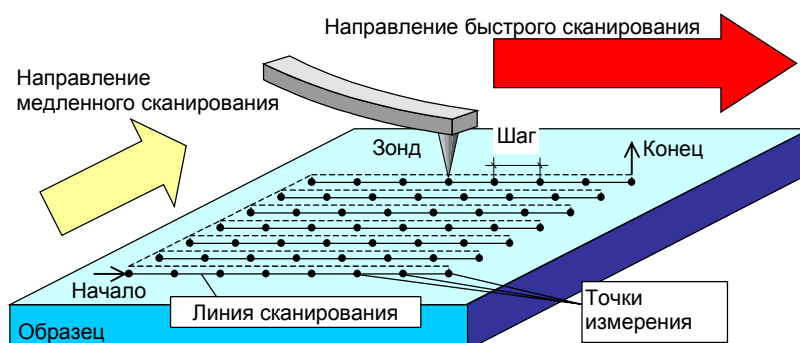

Рис. 1.3. Движение образца под зондом в процессе сбора данных.
Горизонтальное перемещение образца в процессе сканирования (перемещение в плоскости XY) осуществляется посредством пьезокерамического сканера. Образец перемещается под острием зонда от точки к точке по растровой схеме (рис. 1.3). Сканер начинает перемещаться вдоль первой линии сканирования и обратно. Затем он осуществляет перемещение на один шаг в перпендикулярном направлении ко второй линии сканирования, движется вдоль ее и обратно. Затем снова осуществляет перемещение на один шаг в
Система управления XY-движением пьезосканера (7) генерирует сигналы для электродов $-X$, $-Y$, X , Y пьезосканера (11) для организации его движения по растровой схеме (Рис. 1.3). По такой же схеме перемещается исследуемая поверхность относительно неподвижного зонда.